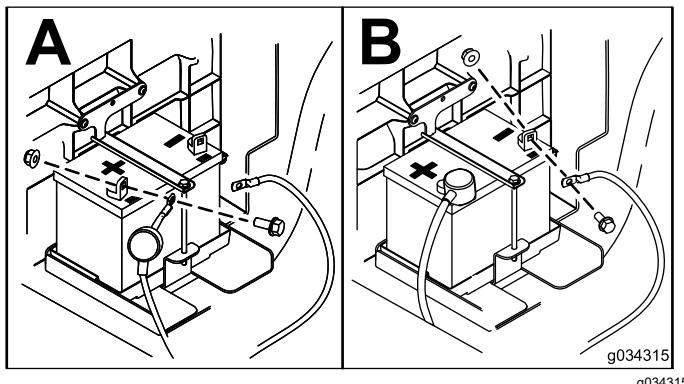

Figura 48
- Conecte la batería como se muestra en la Figura 48.